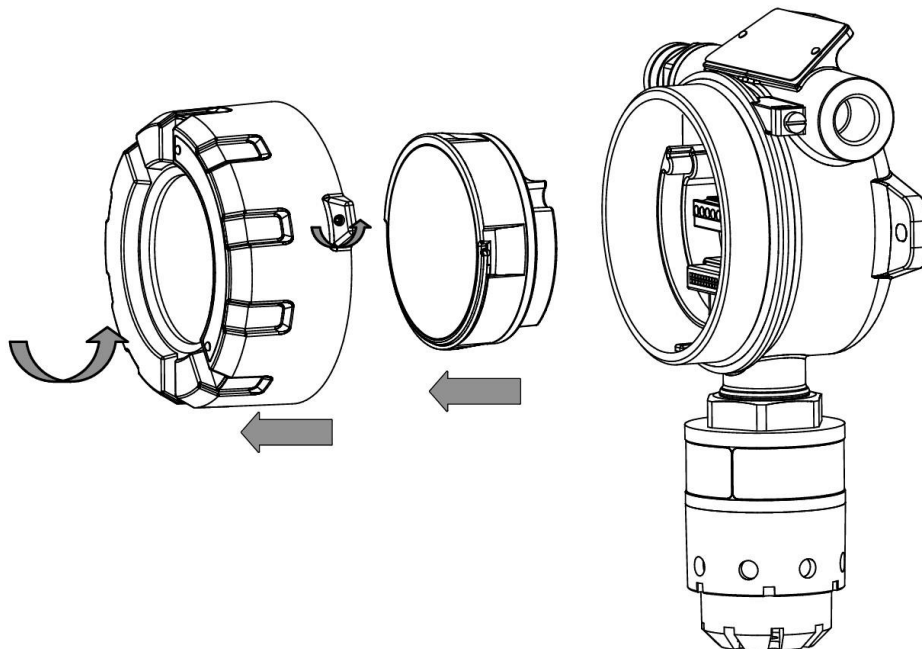

Рисунок 15 – Схема разбора ДГС ЭРИС-230
- а) Открутить стопорный винт в крышке газоанализатора (рисунок 15).